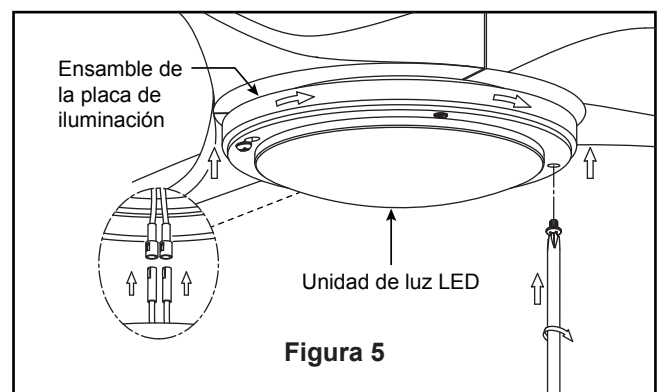

Figura 5
5. Extraiga uno de los dos tornillos del ensamble de la placa de iluminación. Guarde el tornillo para después y afloje levemente el otro tornillo. (Figura 5)
- 5.** Conecte el conector de 2 clavijas y instale la unidad de luz LED en la ensamble de la placa de iluminación usando la ranura de llave. Vuelva a colocar el tornillo extraído en el Paso 2 y fije adecuadamente los dos tornillos. (Figura 5)